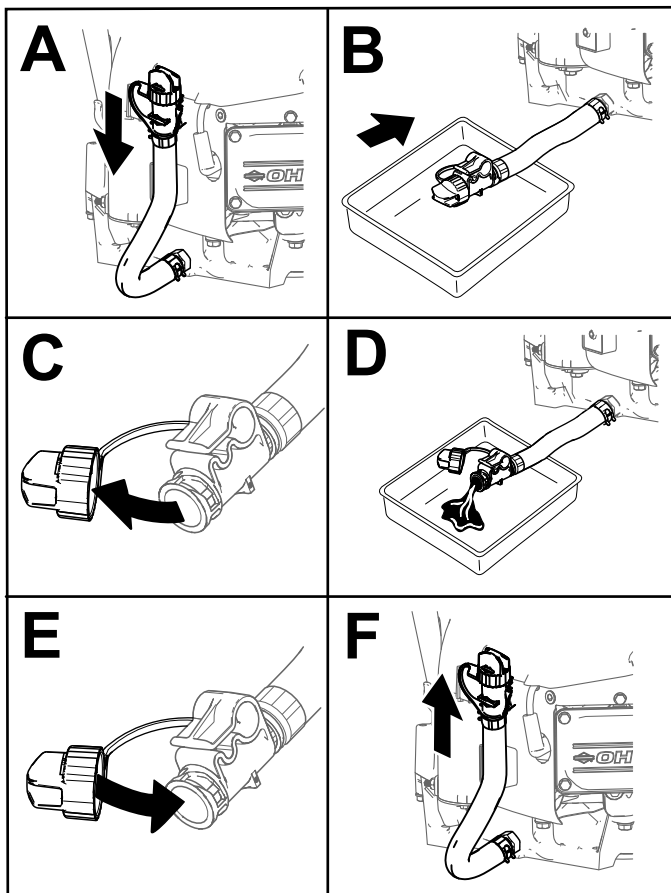

Figura 41
4. Scurgeți uleiul din motor (Figura 41).